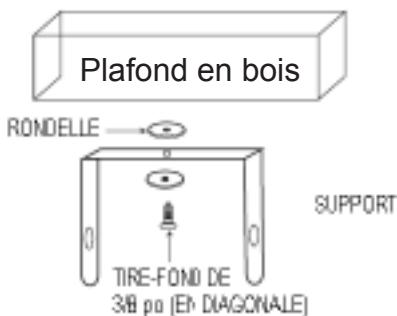

Figure 4a – Installation avec une vis
Consultez les figures 4a et 4b.
**REMARQUE:** Si vous prévoyez pivoter le radiateur vers la gauche ou la droite, il est recommandé d'ajouter des rondelles de chaque côté du support. Un tire-fond plus long peut être nécessaire pour fixer correctement le radiateur. Voir la figure 4a.
- Si le radiateur a été fixé avec un seul tire-fond, comme illustré à la figure 4a, il est possible de le tourner horizontalement au besoin. Par contre, s'il a été installé avec deux tire-fonds, il ne peut être tourné de cette manière.